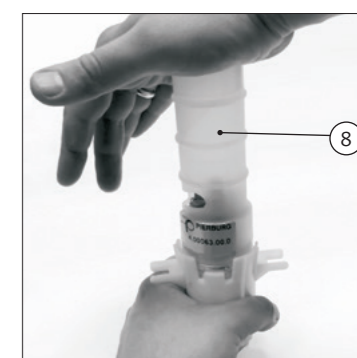

Abb. 4/ Fig. 4/ Puc. 4/ 图4
- Place the tool (8) onto the pressure side of the pump (see Fig. 4).
- Placez l'outil (8) sur le refoulement de la pompe (Fig. 4).
- Инструмент (8) надеть на стороне нагнетания насоса (смотри рис. 4).